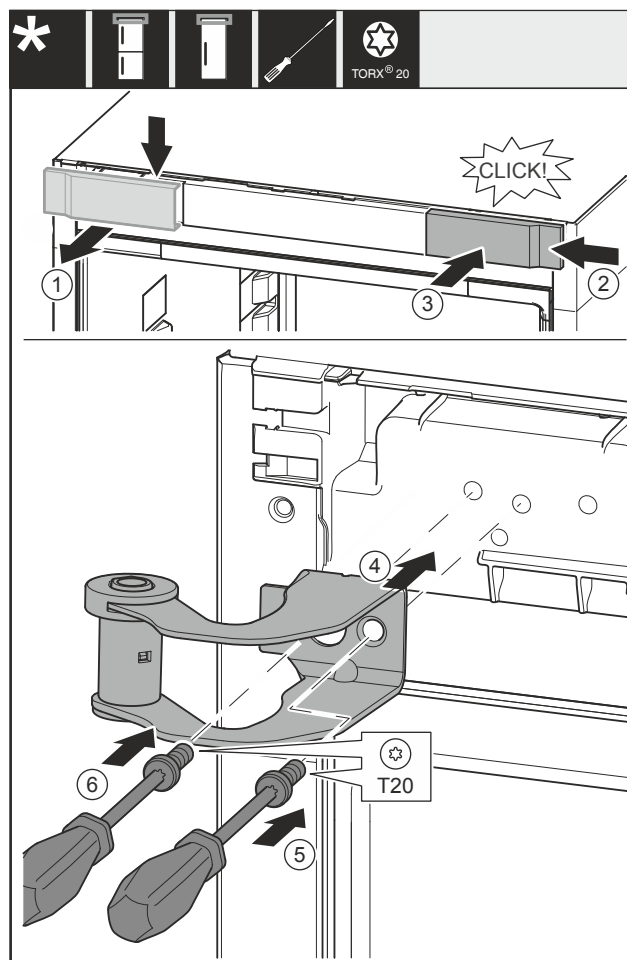

Fig. 36
- ▶ 从上方朝前取下盖板 Fig. 36 (1)。
- ▶ 将盖板 Fig. 36 (2) 旋转 180° 至另一侧从右边挂上。
- ▶ 插入盖板 Fig. 36 (3)。
- ▶ 装上上方的托架 Fig. 36 (4)。
- ▶ 旋紧螺钉 Fig. 36 (5)。
- ▶ 旋紧螺钉 Fig. 36 (6)。